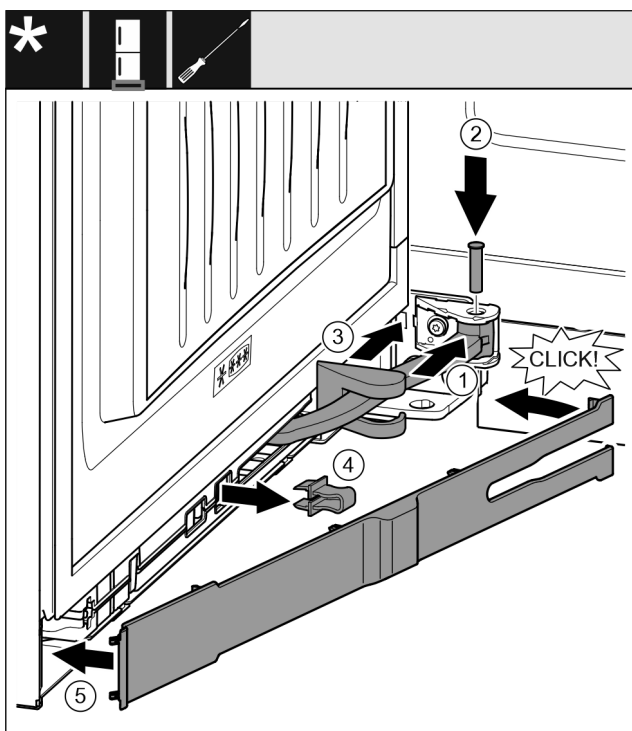

Fig. 41
- ▶ Поверните шарнир Fig. 41 (1) в навеску.
- ▶ С помощью отвертки вставьте палец Fig. 41 (2) в навеску и шарнир. При этом проследите за тем, чтобы выступ фиксатора занимал правильное положение в пазу.
- ▶ Переместите крышку опорного кронштейна Fig. 41 (3) вдоль шарнира и смонтируйте ее над навеской.
- ▶ Снимите предохранитель Fig. 41 (4).
- ▶ Установите накладку Fig. 41 (5) со стороны ручки и поверните ее.